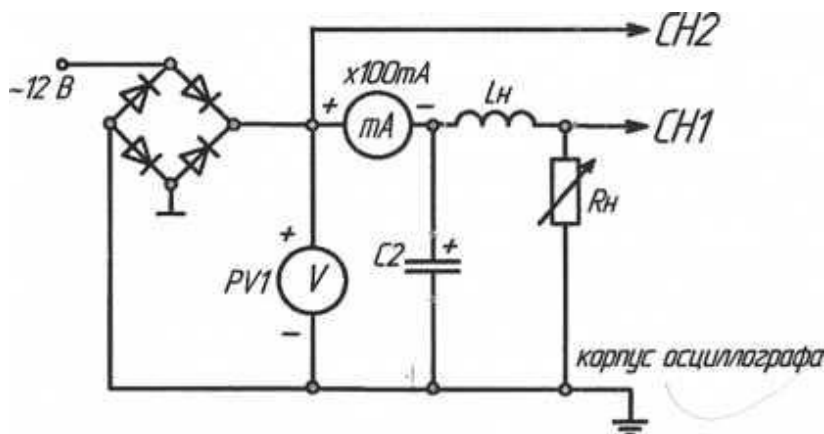

Рисунок 17.4 - Г-образный фильтр
- а) собрать схему по рис. 17.4. Установить заданное значение тока нагрузки R_H . В качестве вольтметра использовать PV1. Подключить входы осциллографа;